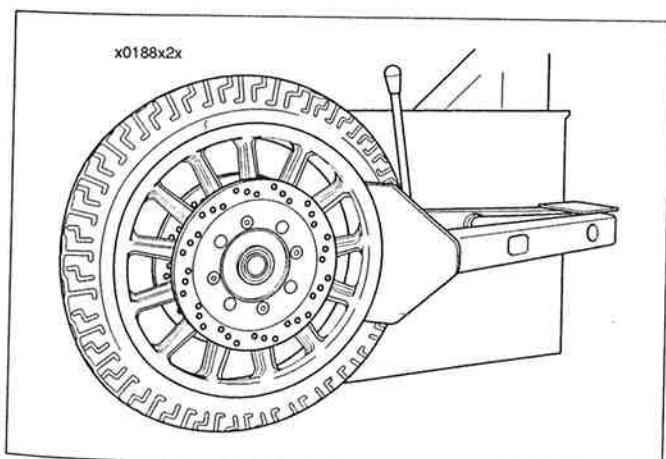

Figura 2-65. Separación de los rebordes del aro
3. Vea la Figura 2-65. Afloje los dos rebordes del neumático en la brida del aro. En la mayoría de los casos, se requerirá de una máquina especial para aflojar los rebordes del aro.